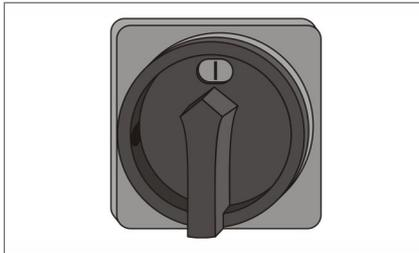

Abb. 35 Hauptschalter
09. Alle Hauptschalter **Abb. 35** in Stellung "I" drehen.